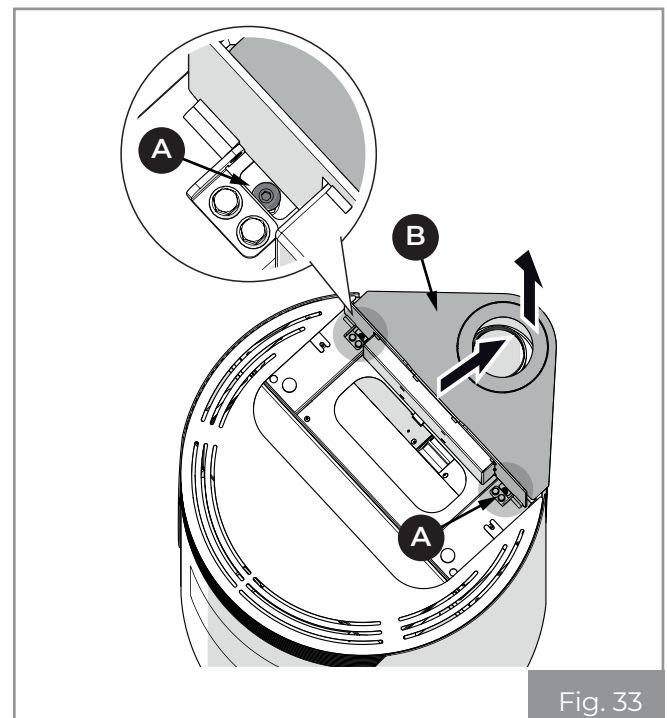

Fig. 33
- Allentare le viti **(A)** ed estrarre il piano **(B)** (Fig. 33).